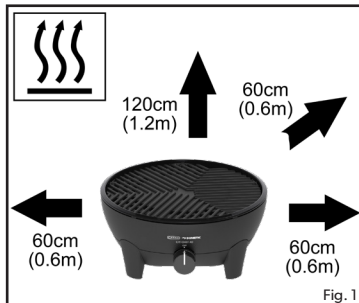

Fig. 1
- Sørg for at enheden ikke anvendes i nærheden af antændelige materialer. Minimum sikkerhedsafstande: over enheden - 1,2m, bagtil og til siderne - 0,6m. (fig.1)